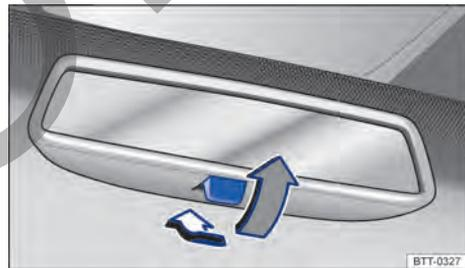

Fig. 76 En el parabrisas: retrovisor interior antideslumbrante manual.
- Para oscurecer el retrovisor, tire de la palanca hacia atrás → fig. 76.